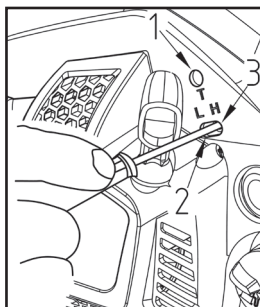

Рис. 12
- Положение игл **H** (Рис. 12 поз. 3) и **L** (Рис. 12 поз.2) ограничены количеством поворотов так, как показано на рисунке ниже.
- Поверните винт **T** регулировки холостого хода (Рис. 12 поз.1) против часовой стрелки так, чтобы пильная цепь не вращалась. При слишком низких оборотах холостого хода, поверните винт по часовой стрелке.
- Сделайте тестовый распил. Отрегулируйте иглу **H** (Рис. 12 поз. 3) для получения наилучшей мощности работы, но не максимальной скорости.